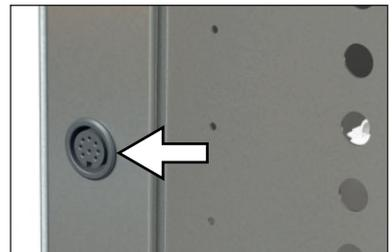

Abb. 8 Schaltausgang
Der 8-polige Schaltausgang am hinteren rechten Pfosten (Abb. 8) dient der Steuerung der Vakuumpumpe des optionalen Pumpenmoduls (PM) durch den Vakuumschrank (VOcool). Der Schaltausgang ist abwärtskompatibel zum 3-poligen Kontakt älterer Pumpenmodule. Hierfür 3-poliges Kabel in 8-poligen Kontakt einstecken.